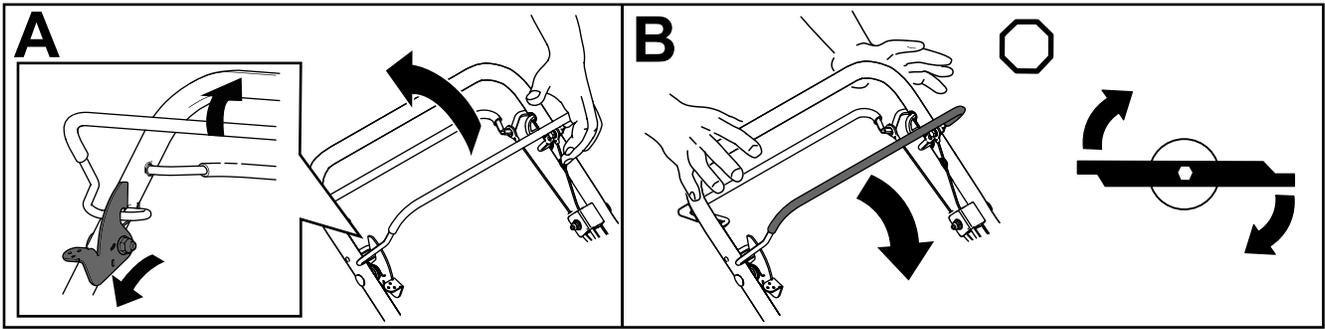

Figure 17
1. Poussez et maintenez le levier de blocage de la commande des lames en avant pour relâcher la barre de commande des lames (A de la Figure 17).
2. Serrez la barre de commande des lames contre le guidon et relâchez le levier de blocage ; la lame doit d'engager (A de la Figure 17).
3. Relâchez la barre de commande pour désengager la lame (B de la Figure 17). Le levier de blocage se réinitialise pour bloquer la barre de commande de la lame.